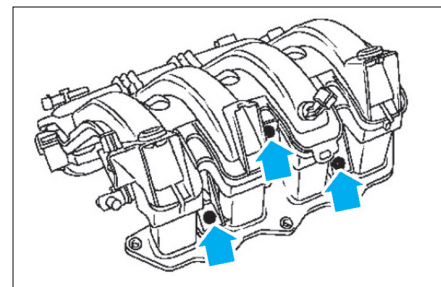

Fig. 27
- les vis de fixation de la rampe d'injection (Fig.27),